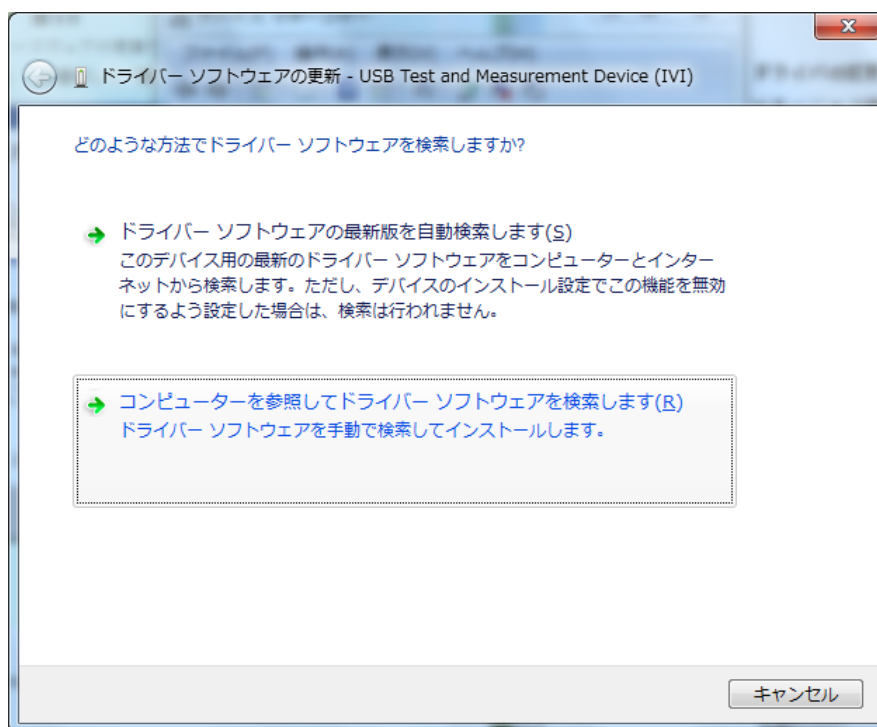

図 1-4
- ② 「ドライバーソフトウェアの更新(P)...」を選択すると図 1-4 の画面の表示になります。
- ③ 「コンピューターを参照してドライバーソフトウェアを検索します(R)」をクリックします。